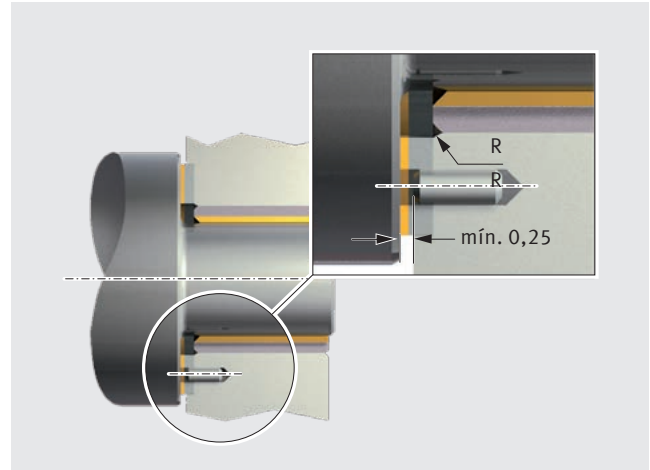

Fig. 42: Fijación de una arandela de tope PAW en una escotadura de la carcasa
- El asiento concéntrico se fija con la escotadura en la carcasa (Fig. 42)
- El giro no deseado se evita gracias a pasadores de ajuste o tornillos de cabeza avellanada (Fig. 42 y 43)
- la cabeza del tornillo o el pasador de ajuste se tiene que haber reajustado frente a la superficie de deslizamiento como mínimo 0,25 mm (Fig. 42 y 43)
- fijar con varios pasadores de ajuste o tornillos (Fig. 42)